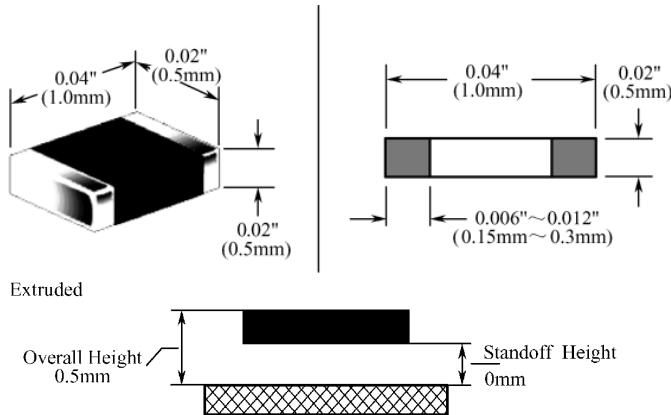

图 6-41 0603C 封装规格及填写参数
(3) 这里是自己手工绘制简单的 3D 模型，所以此处选择绘制模型模式，按照 0603C 封装规格在高度信息填写处填写参数，如图 6-41 所示。